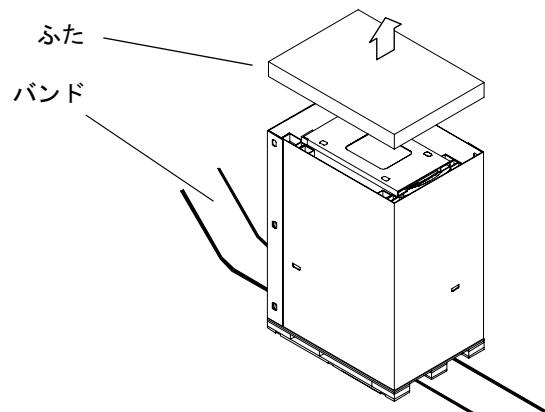

図 3-1 Sun Fire キャビネットの開梱 — 手順 1
1. 出荷用梱包箱のバンドおよびふたを取り外します(図 3-1)。